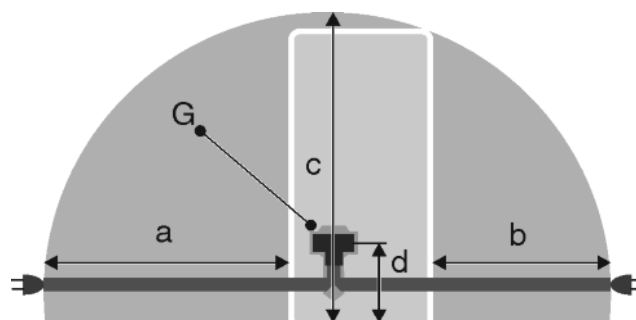

Fig. 27
- Steckdose liegt außerhalb des Geräterückseitenbereichs im gegebenen Bereich *Fig. 27 (a, b, c)*.
- ▶ Gerätestecker *Fig. 27 (G)* auf der Rückseite des Gerätes einstecken. Auf richtiges Einrasten achten.